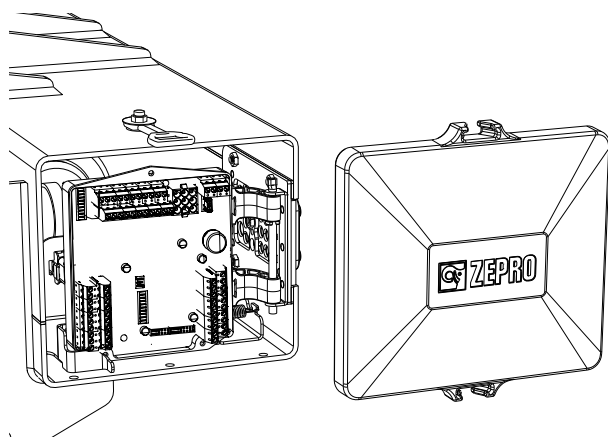

Bild 17. Demontera skyddslocket
2. Demontera skyddslocket, monterat med två snabbblås, se Bild 17.